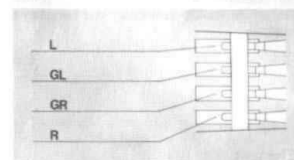

Fig. 16
3. Die Anschlüsse am Systemträger und Tonabnehmersystem sind gekennzeichnet (Fig. 16). Verbinden Sie die Anschlußlötlitzen des Systemträgers mit den entsprechenden und gleich gekennzeichneten Anschlußstiften des Tonabnehmersystems.
3. Les connexions sur le porte-cellule et la cellule sont repérées. Reliez les cordons du porte-cellule aux broches de la cellule portant le même repère (Fig. 16).
3. The connection inputs on the cartridge holder and on the cartridge are color coded. Connect the leads on the cartridge holder to the correspondingly coded connection pins of the cartridge (Fig. 16).